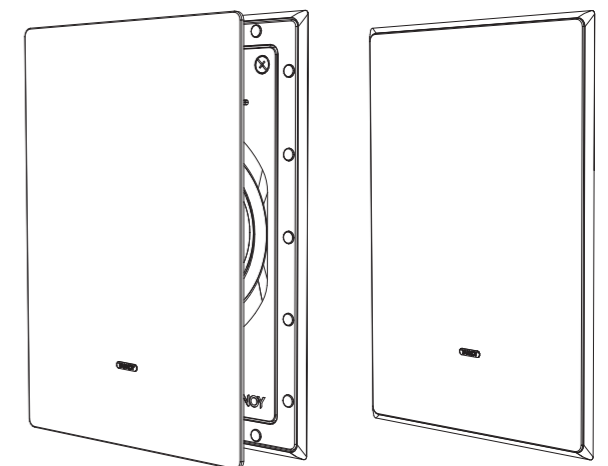

Fig. 15. Installing the Grille
1. Pressa in galleret i ramen, där det hålls på plats med magneter (fig. 15).